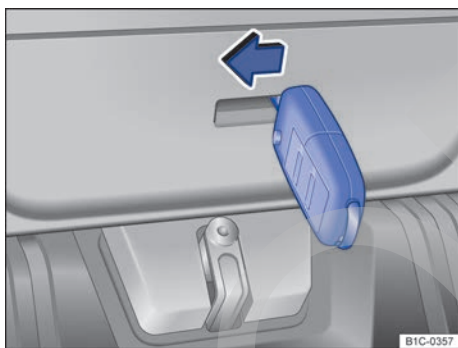

Fig. 60 En el maletero: desbloqueo del portón del maletero.
- Introduzca el paletón desplegado de la llave en la abertura del portón del maletero → **fig. 60**.
- Desplace la llave en el sentido de la flecha → **fig. 60** y empuje el portón hacia fuera para que se abra. Al hacerlo extraiga la llave de la abertura.